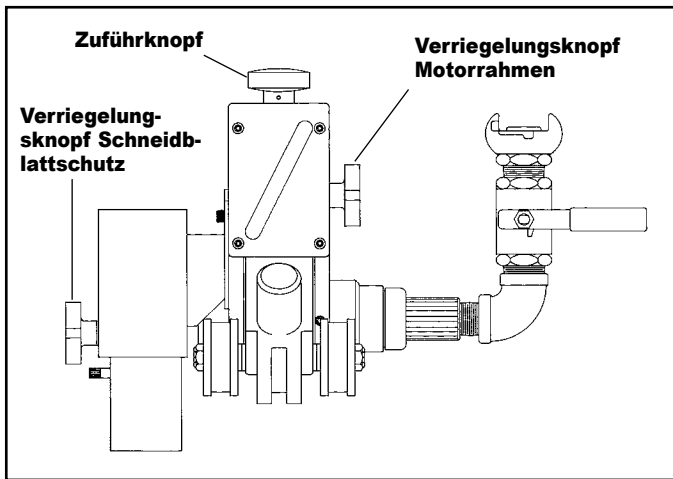

ABB. 4
1. Drehen Sie am Motorrahmen den Verriegelungsknopf los. (Abb. 4)
2. Ziehen Sie den Motorrahmen wieder in die oberste Position. Drehen Sie hierzu den Vorschubknopf entgegen dem Uhrzeigersinn. (Abb. 4)
2. Drehen Sie den Vorschubknopf des Schneidwerkzeugs im Uhrzeigersinn (Abb. 4): Senken Sie Motor und Schneidwerkzeug so ab, dass sie jeweils dem Rohr nahe kommen, dieses jedoch nicht berühren. Der Knopf zum Verriegeln des Motorrahmens sollte fest sitzen, der Motorrahmen sich aber trotzdem verschieben lassen.
- 2.\* Wenn Ihnen die Dicke des zu schneidenden Rohrs bekannt ist, drehen Sie den Vorschubknopf so lange im Uhrzeigersinn (Abb. 4), bis der Zeiger die gewünschte Schneidetiefe anzeigt. Lassen Sie mindestens 1/4" (6,4 mm) über die Schneidetiefe des Messers hinweg zu.
\*Eine Ausnahme hiervon ist die Verwendung des Gehrungsschneiders für Kunststoffrohre. In diesem Fall würde das Schneidwerkzeug erst dann eingreifen, wenn der Gehrungsschneider zu schneiden beginnt. Zu diesem Zeitpunkt könnten Sie anhand des Zeigers am Tiefenmesser den Grad der Abschrägung ablesen: Ist er bis zum Anschlag vorgerückt, beträgt die Abschrägung 15/16" (24 mm). Siehe Abb. 4.
3. Ziehen Sie den Verriegelungsknopf am Motorrahmen fest. (Abb. 4)
4. Ziehen Sie den Knopf zum Verriegeln des Schneidblattschutzes ca. 3 mm (1/8") vom Rohr entfernt fest. (Abb. 4)